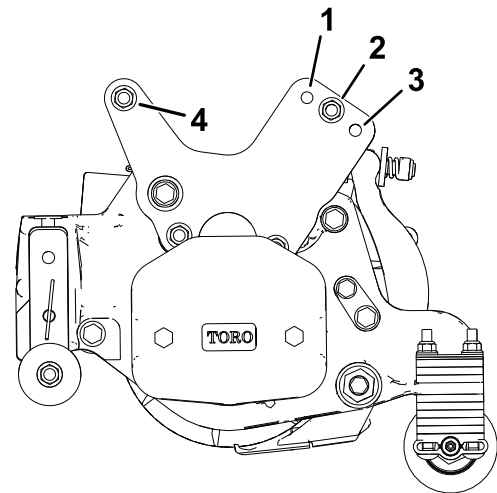

Figura 20
Nota: Per ottenere un taglio **meno** aggressivo, montate le aste di collegamento degli apparati di taglio nella posizione n. 1 oppure nella posizione n. 3 per un taglio **più** aggressivo (Figura 20).
3. Fate riferimento alla Figura 20 per le configurazioni relative all'aggressività del taglio.